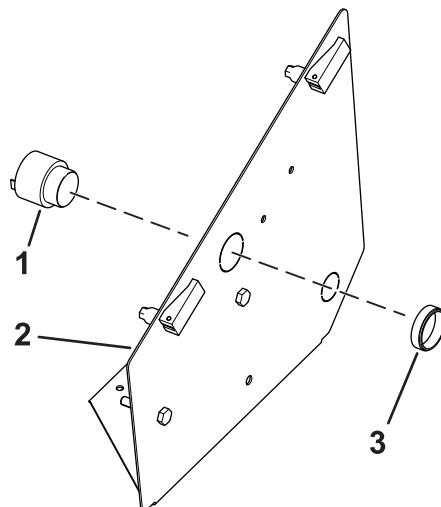

Figura 6
11. Instale la alarma en el panel de la consola (Figura 6).